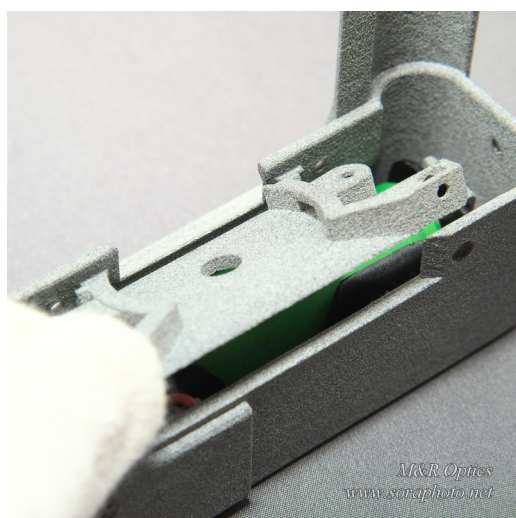

図5 本体への内蓋の取り付け
2. 内蓋を上下・前後の向きに気を付けて取り付けます。(図5)